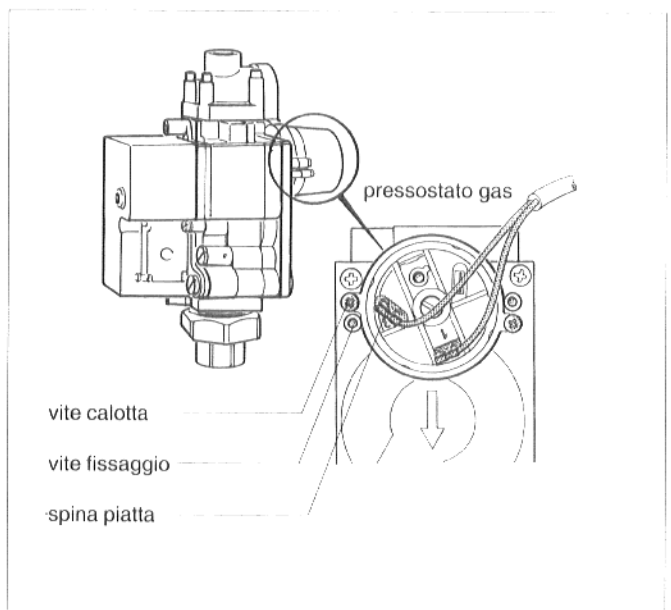

Fig. 31: "BM" 762-014, pressostato gas
- ✦ Togliere la calotta del pressostato gas svitando le relative due viti. Staccare la spina piatta (Fig. 31).
- ✦ Estrarre il pressostato allentando le due viti di fissaggio (Fig. 31). L'anello a O viene usato anche con il nuovo pressostato.